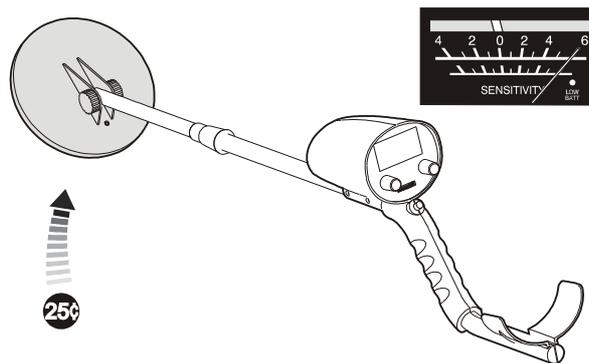

Abb. 13
- Nähern Sie sich mit der Suchspule langsam einer Silbermünze; der Instrumentenzeiger schlägt nach rechts aus und der Ton wird lauter. (Abb. 13)